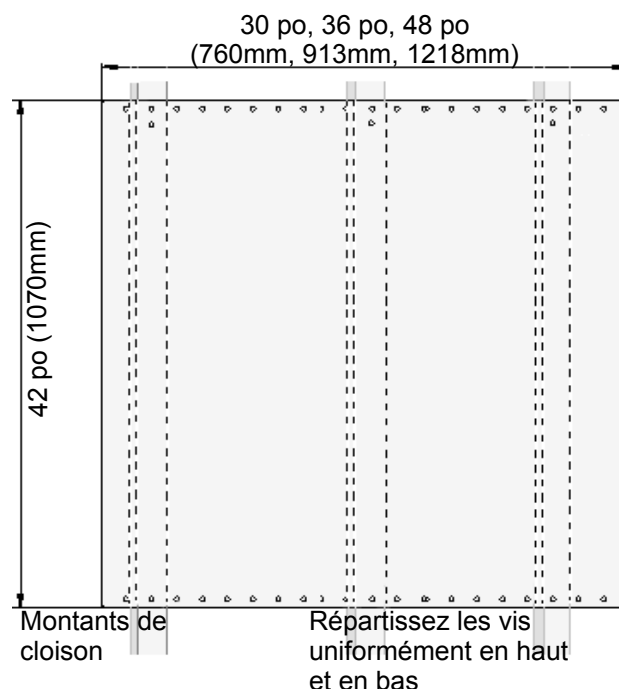

Figure 19: Installation du dossieret de protection
(1) guide d'installation	Crayon
- Utilisez deux vis fournies pour fixer le haut et le bas du dossieret de protection dans chaque montant de cloison (voir *Figure 19*).